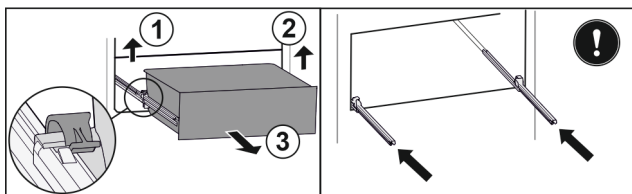

Fig. 78
- ▶ Podnieść lewy zacisk i wysunąć jednocześnie szufladę po lewej do przodu. Fig. 78 (1)
- ▶ Podnieść prawy zacisk i wysunąć jednocześnie szufladę po prawej do przodu. Fig. 78 (2)
- ▶ Wyjąć szufladę do przodu. Fig. 78 (3)